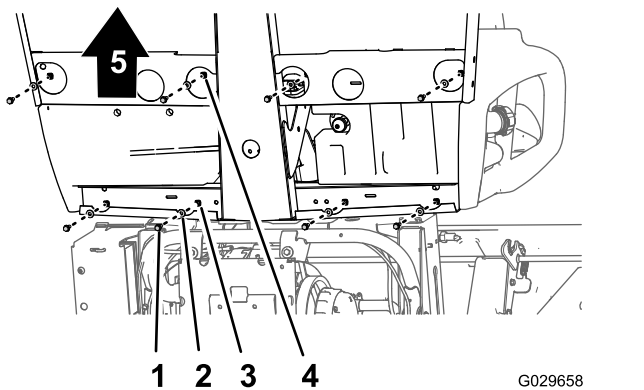
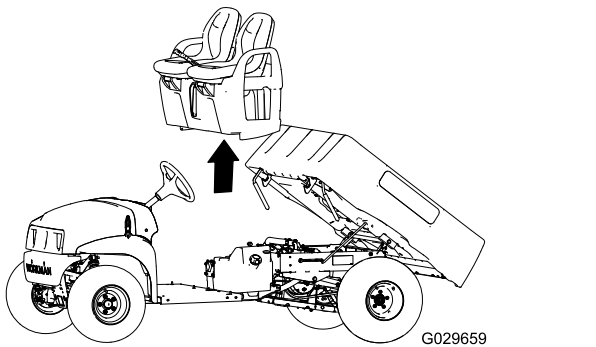

Bild 41
Bild 42
1. Entfernen Sie an der Unterseite der Maschine die acht Bundkopfschrauben und acht Scheiben, mit denen das Sitzunterteil an der Bodenplatte und dem hinteren Kabinenkanal befestigt ist (Bild 41).
- Nehmen Sie die Sitze, das Sitzunterteil und die Feststellbremszüge von der Maschine ab (**Bild 41**).
1. Setzen Sie die Sitze und das Sitzunterteil auf die Maschine und fluchten Sie die Bremszüge mit dem Chassis aus (Bild 41 und Bild 42).
2. Fluchten Sie die Löcher im Sitzunterteil mit den Löchern in der Bodenplatte und dem hinteren Kabinenkanal aus (Bild 41 und Bild 42).